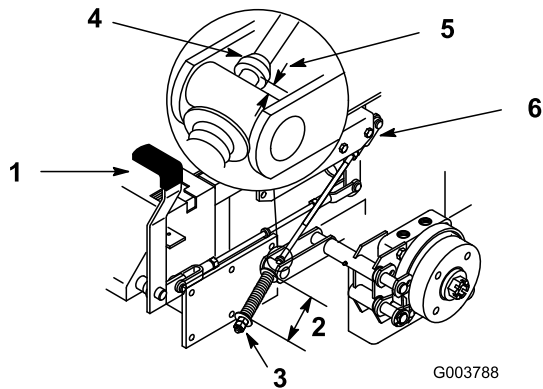

Figura 44
inferior hasta obtener la medida correcta (Figura 44). Apriete la contratuerca junto a la horquilla
La medida debe ser de 70 mm (2-3/4 pulg.) entre las arandelas (Figura 44).
3. Si es necesario un ajuste, afloje la contratuerca que está debajo del muelle y apriete la tuerca que está directamente debajo de la horquilla (Figura 44). Gire la tuerca hasta obtener la medida correcta. Apriete las dos tuercas juntas y repita en el otro lado de la unidad.
La medida debe ser de 5-7 mm (3/16-1/4 pulg.) (Figura 44).